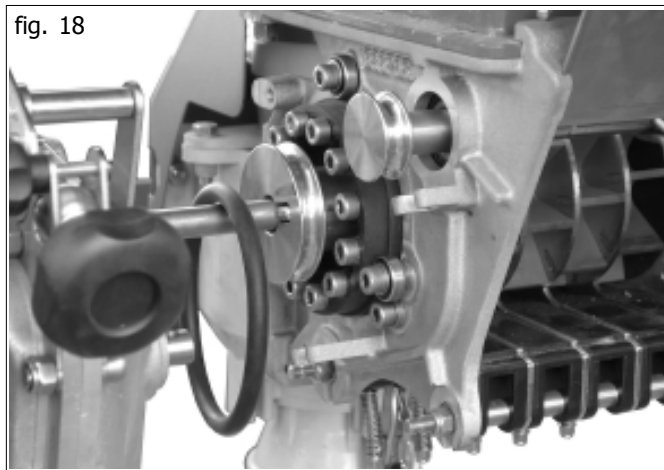

fig. 18
- Den Riemen einfach auf der Antriebswelle belassen (Abb. 18).